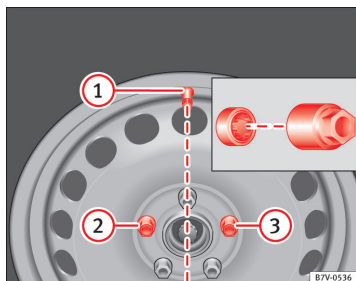

Fig. 184 Hjulskift: dækventil ① og placering af låsebolt ② eller ③
Låsebolten på position ⇒ Fig. 184 ② eller ③ skal være skruet i, før du kan montere hjulkapslen. Ellers kan hjulkapslen ikke monteres.
Du skal trykke hjulkapslen på fælgen på en sådan måde, at ventiludsnittet sidder over dækventilen ⇒ Fig. 184 ①. Sørg for, at hjulkapslen sidder ordentligt fast hele vejen rundt, når den sættes på.
På et hjul med hjulkapsel skal låsebolten være skruet i på position ⇒ Fig. 184 ② eller ③. Ellers kan hjulkapslen ikke monteres.
- Skru låsebolten med adapter i med uret på position ⇒ Fig. 184 ② eller ③, og spænd den let fast.